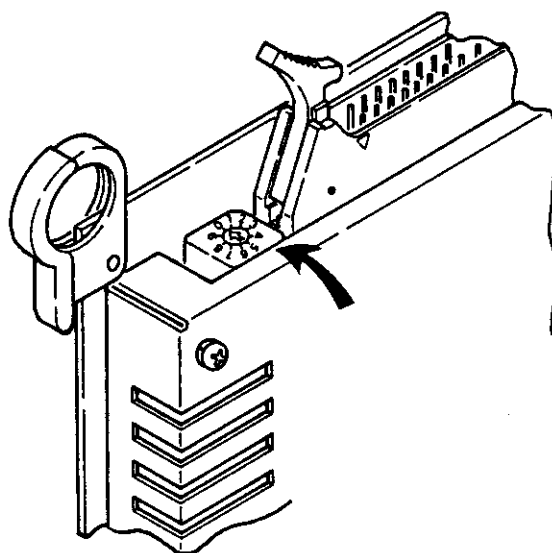

図 2-1 モード切換えスイッチ
1. パーソナリティ・ボード上には、SUTに使用される $\mu$ Pの使用モードによって切換えるモード切換えスイッチがあります。〔図2-1〕を参照して下さい。